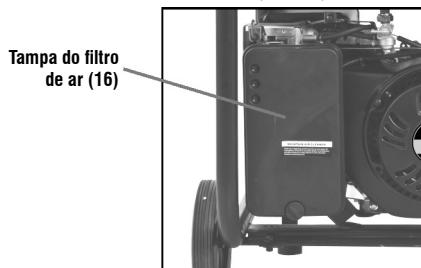

Fig. 22 – Retirando a tampa do filtro de ar
- a. Abra a tampa do filtro de ar (fig. 22);